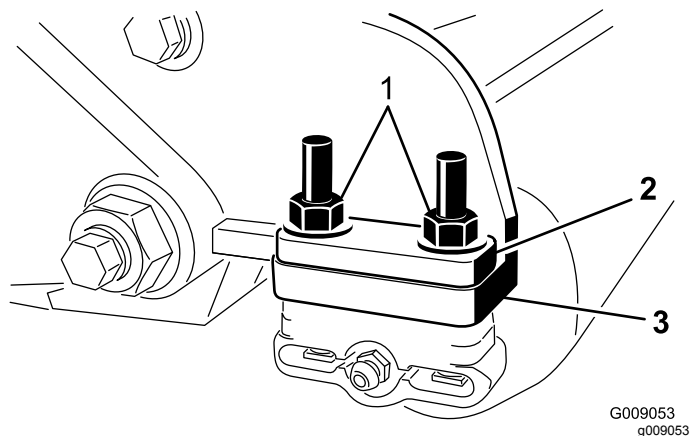

Figura 23
9. Remova as duas porcas que prendem cada suporte do rolo às placas laterais (Figura 23). Não retire os parafusos.